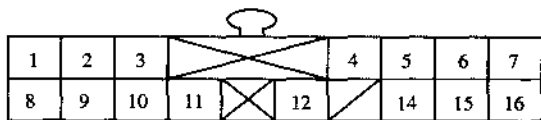

图 8.18 仪表总成 16 芯插头示意图
① 观察制动系统灯是否亮，如果也不亮，检查排除下列可能故障点。
② 如果制动系统指示灯亮，则先关闭点火开关，断开 ABS 控制装置 12 芯插头，再接通点火开关，看这时 ABS 指示灯是否亮，如果亮起，检查 ABS 控制装置插头是否松动，如有必要使用一个无故障的 ABS 控制装置进行替换，并再次检查。
③ 如果 ABS 指示灯仍然不亮，检查仪表总成里的 ABS 指示灯灯泡是否正常，损坏应更换。
④ 灯泡若没坏，断开仪表总成 16 芯插头（见图 8.18），并检查其 10 号端子与车体地线之间是否导通，如果导通则是仪表总成与 ABS 控制装置之间对车体地线之间短路，检查并排除。